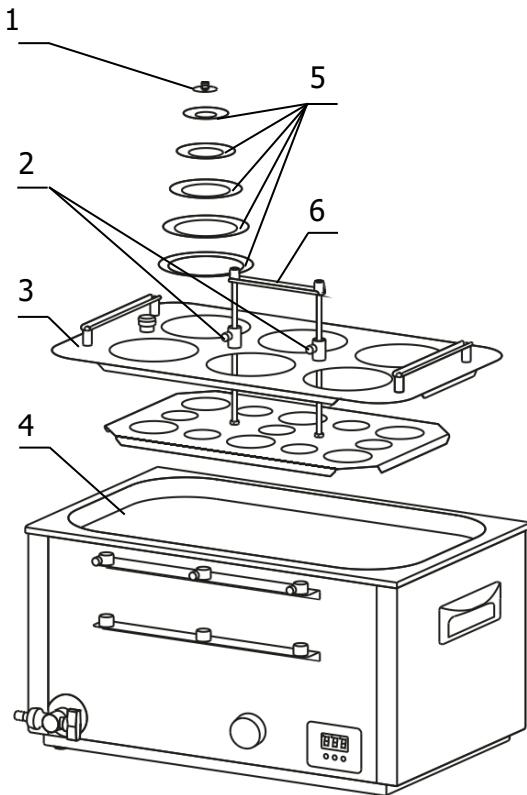

Рисунок 3 — Установка корзины в ванну бани (на примере ЛБ63)
1.4.2 Все модификации лабораторных бань ЛБ имеют сходную конструкцию ванны 3, в которую установлена корзина 1. Корзина имеет адаптер для контрольного термометра 2 и регулируемое по высоте дно. Баня имеет механический таймер 6, цифровой регулятор температуры 7 и кран для слива теплоносителя 5. Каждое рабочее место оснащено системой из пяти концентрических колец 5 (рисунок 3), позволяющей размещать в корзине емкости различного диаметра (максимальный диаметр рабочего места — 110 мм). Крышка 1 (рисунок 3) закрывает отверстие в наименьшем из колец при неиспользовании рабочего места. Штативы с лапками 8 (рисунок 1) предназначены для установки в вертикальное положение и фиксации высоких и неустойчивых емкостей.
2.2.2 Установить корзину 3 в ванну 4 (рисунок 3).
Корзины лабораторных бани на два и шесть рабочих мест имеют стационарную ручку 6 (рисунок 3). Корзины бани на одно, три и четыре рабочих места — съемную ручку 6, показанную на рисунке 4.
2.2.4 Поднять дно корзины в крайнее верхнее положение с помощью ручки 6 и зафиксировать винтовыми фиксаторами 2 (рисунок 3). В зависимости от диаметра емкости установить необходимое количество концентрических колец 5 и поместить емкость в корзину. Положение колбы можно зафиксировать, надев на ее горловину кольцо подходящего диаметра.